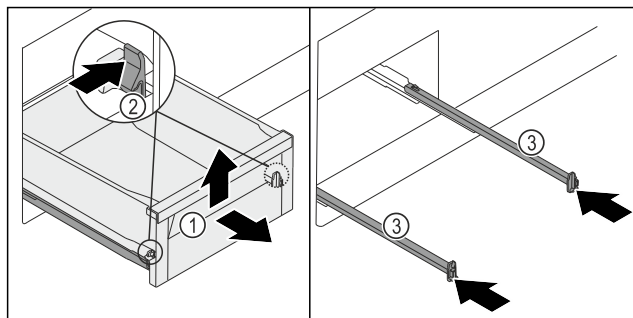

Fig. 134
- Estrarre il cassetto Fig. 134 (1) fino a battuta.
- Premere contemporaneamente verso l'interno il morsetto Fig. 134 (2) a sinistra e quello a destra.
- Il cassetto Fig. 134 (1) si stacca dalle guide.
- Sollevare il cassetto Fig. 134 (1) anteriore.
- Estrarre il cassetto Fig. 134 (1) in avanti.
- Inserire le guide Fig. 134 (3).